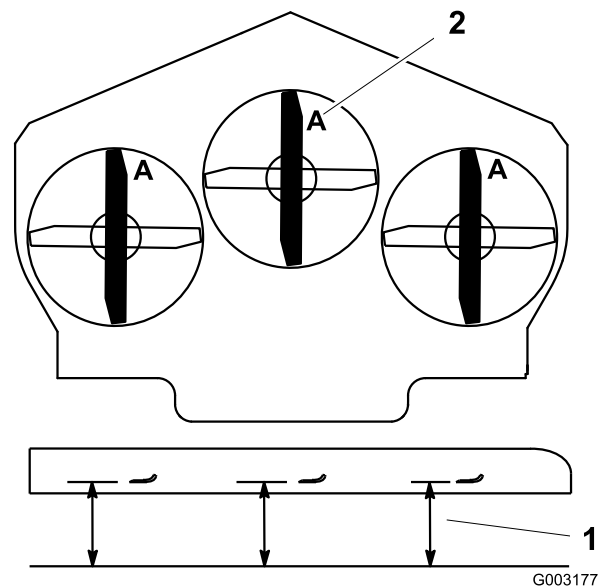

Figura 79
3. Girate le lame fino a disporle in parallelo con la lunghezza della macchina (Figura 79). Misurate da un piano orizzontale fino al tagliente delle lame, posizione A, (Figura 79). Prendete nota di questa misura.